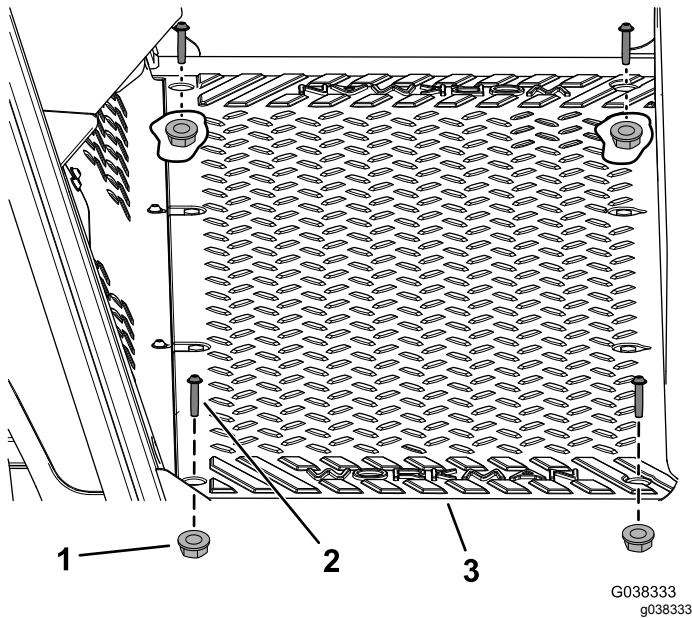

Figura 2
1. Rimuovete le 4 viti (1/4" x 1 1/4") e i 4 dadi (1/4") dal pianale (Figura 2).
7. Montate le 4 viti (1/4" x 1 1/4") e i 4 dadi (1/4") rimossi in precedenza sul pianale (Figura 2).